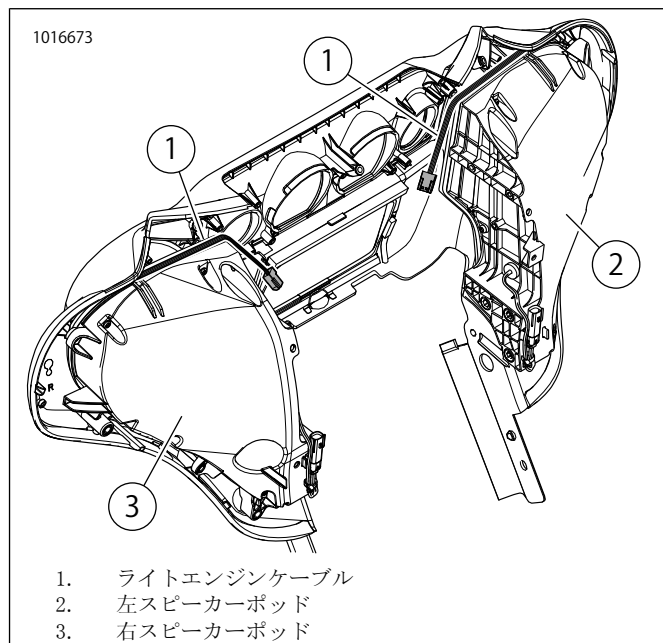

図9。図はFLHフェアリングです。FLTRのケーブルの取り回しも同様です。
7. 図9を参照してください。図のようにライトエンジンケーブル(1)を取り回します。